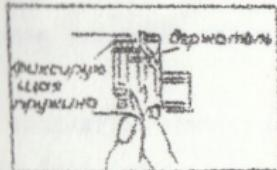

Рис. 6.8
- II) возьмите пишущий узел черного цвета и вставьте его конец в пружинное удерживающее кольцо через расположенный ниже держатель пишущего узла и втолкните его в держатель, одновременно придерживая блок держателей, чтобы он не вращался (рис. 6.8);